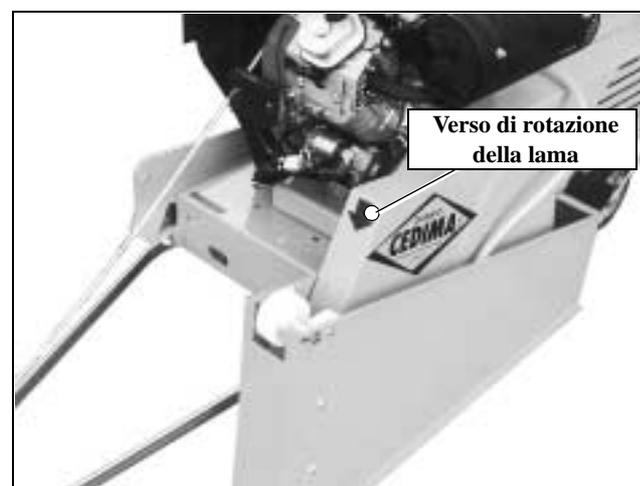

Fig. 4.17 Freccia indicatrice del verso di rotazione sul coprilama
6. Applicare la lama sull'albero di taglio verificando il verso di rotazione corretto (Fig. 4.17) (la lama deve ruotare in verso concorde a quello di avanzamento del tagliagiunti!).